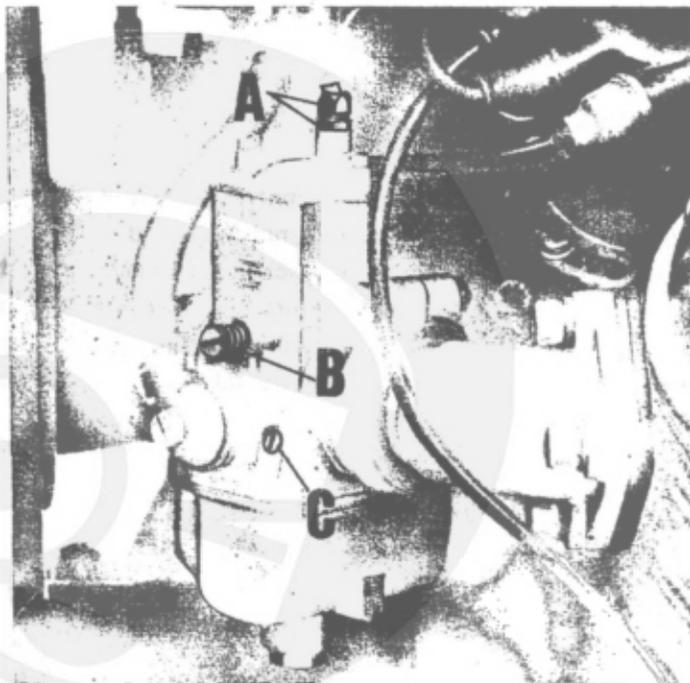

Fig. 13
- 2) Controllare la sincronizzazione delle valvole gas; questa operazione va eseguita con il contenitore filtro e manicotto di collegamento carburatori smontati; mentre si fa ruotare la manopola comando gas, con le dita a contatto delle valvole gas sui carburatori si dovrebbe individuare se le valvole aprono in uguale misura e nel medesimo istante: eventuali differenze di apertura vanno corrette agendo sulla vite tendifilo (vedere A di fig. 13) di un carburatore sino a che, ruotando la manopola gas, si constata la perfetta sincronizzazione di apertura delle valvole gas.
3) **Regolare il minimo** benzina agendo sulla vite C di fig. 13. Svitandola si aumenta l'afflusso di benzina, avvitandola si diminuisce. Per la regolazione, portare la vite a fondo corsa e successivamente svitarla di 1 giro e mezzo per il carburatore sul cilindro sinistro e 1 giro e $\frac{3}{4}$ + 2 giri per il carburatore sul cilindro destro. Con motore funzionante a circa $1.000 \div 1.200$ giri, staccare la candela da un cilindro ed agire sulla vite C di fig. 13 del carburatore del cilindro opposto svitandola o avvitandola in un campo limitato sin tanto che si raggiunge il punto di miglior rendimento e cioè un leggero aumento di giri.
- 4) Staccare il cavo candela dal cilindro destro, avviare il motore, ed accertarsi che si spenga dopo quattro o cinque scoppi; se si spegne prima, o dopo, agire sulla vite di regolazione minimo valvola gas (vedere B di fig. 13) fino a che il motore si spenga entro detto numero di giri. Ripetere l'operazione sul cilindro destro staccando il cavo candela dal cilindro sinistro ed avviare il motore; se il cilindro destro è nella normalità il motore deve spegnersi entro quattro o cinque scoppi, altrimenti passare alla regolazione agendo sulla vite (vedere B di fig. 13) come sopra sino a che il motore si spenga entro il medesimo numero di scoppi: riattaccare quindi il cavo alla candela del cilindro sinistro.